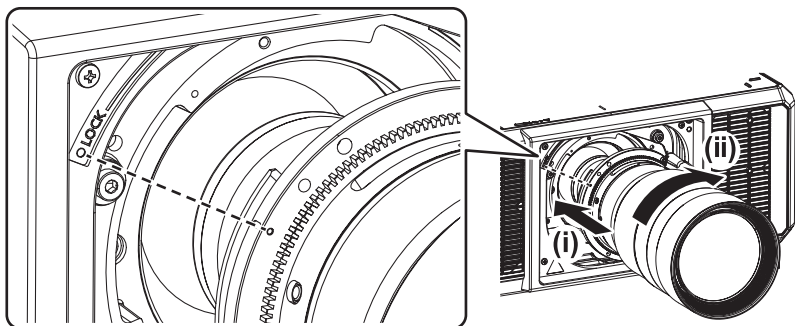

图 3
3) 在镜头上的标记(橙色)与投影机上的标记(“LOCK”左侧的○)对齐时插入投影镜头, 然后顺时针转动(图 3)。
4) 固定镜头孔盖子(图 3)。